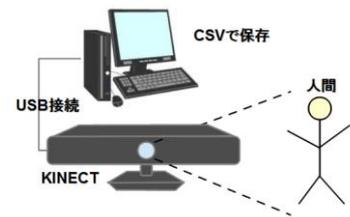

図1 システム概念図
方法：開発したシステムでは、KINECTセンサーをPCに接続し、プログラムを起動することで映像内の人間を識別し、特定のポーズをとることで人間の骨格を認識することができる。さらに、各部位の3次元における位置座標を一定間隔で取得し、CSV形式で保存することができる。また、得られた情報をもとに①アニメーション再現による比較、②時間経過における変位の比較、③空間や平面における変位の比較が可能である。図1にシステム概念図を示す。